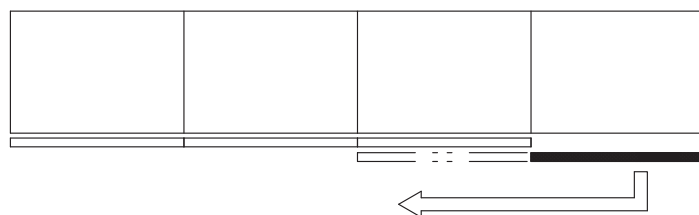

図8-2
- 2 収納していた②下レールに掛らない位置まで移動させます（図8-2）。
- 4 仮固定した②下レールまで扉をスライドさせ、扉の下端を押してローラーを奥に倒します（図8-2、図8-3A→図8-3B）。